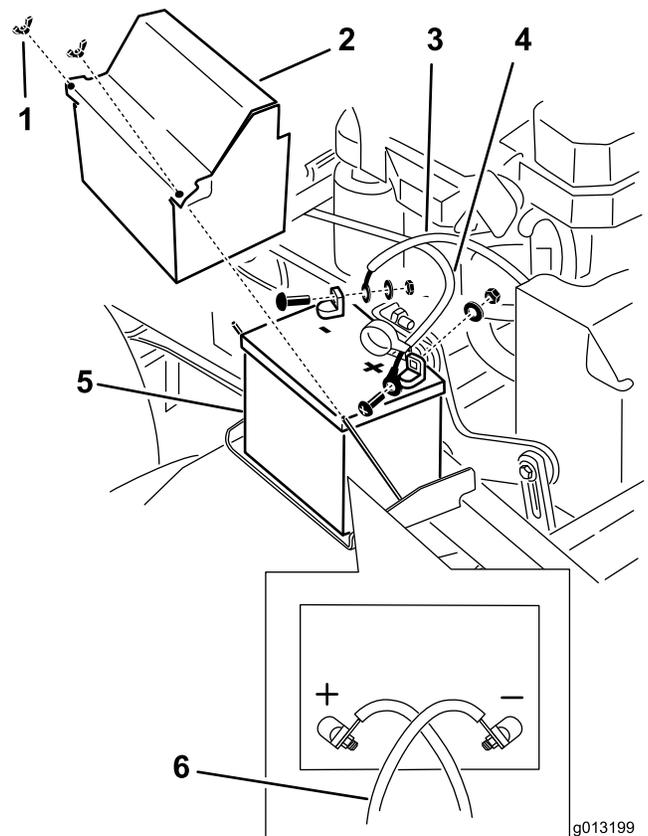

Figura 52
3. Desconecte el cable negativo del borne negativo (-) de la batería (Figura 52).
5. Retire el cable positivo (rojo) de la batería (Figura 52).
6. Retire la pletina de sujeción de la batería, y retire la batería (Figura 52).
1. Coloque la batería en la máquina (Figura 52).
3. Conecte primero el cable positivo (rojo) al borne positivo (+) de la batería con una tuerca, una arandela y un perno (Figura 52).
5. Conecte el cable negativo y el cable de tierra al borne negativo (-) de la batería con una tuerca, una arandela y un perno (Figura 52).
Nota: Los cables de la batería se cruzan cuando están correctamente instalados (Figura 52).